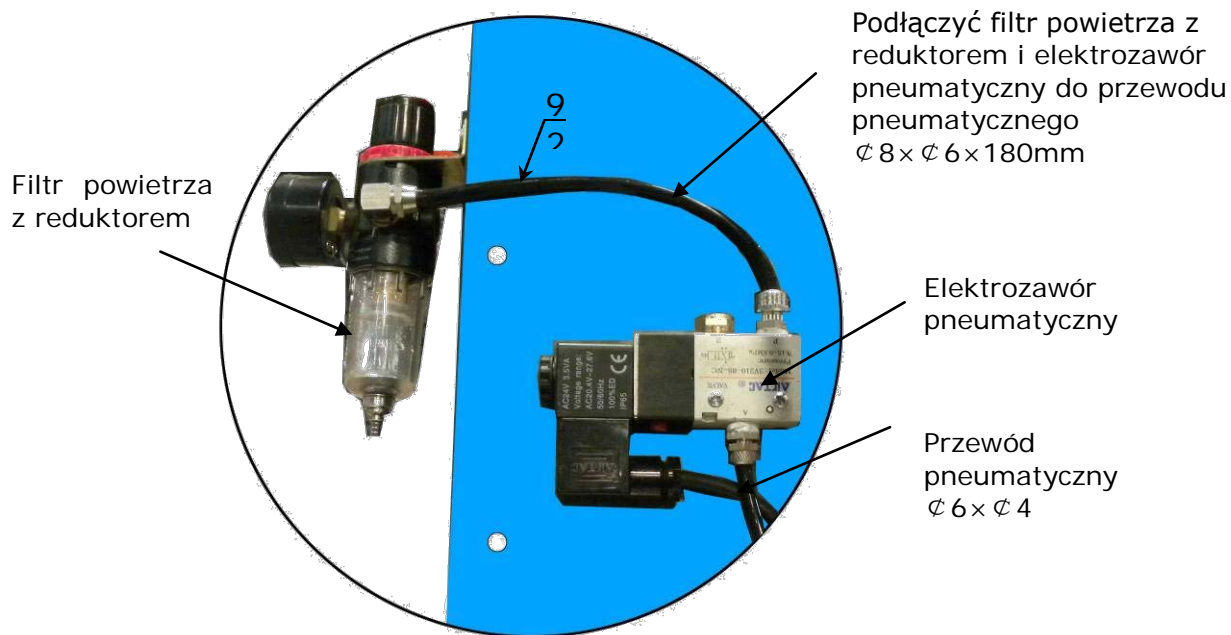

Fig. 28
3. Podłączyć filtr powietrza z reduktorem i elektrozawór pneumatyczny do przewodu pneumatycznego (patrz Fig. 28).